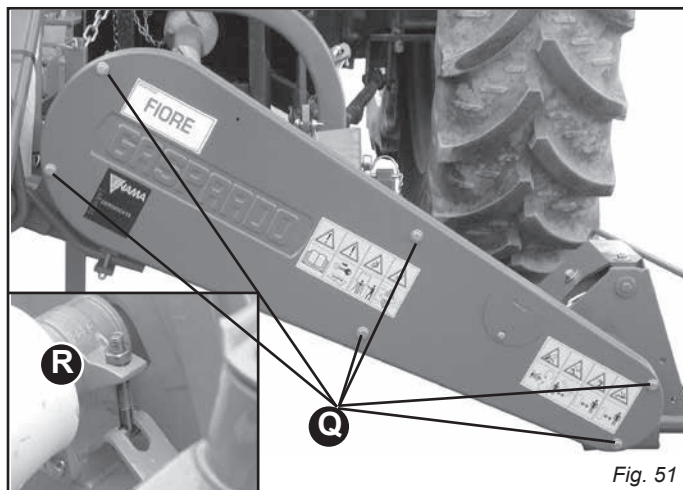

Fig. 51
- Die Schrauben abschrauben (Q, Abb. 51) und das Schutzgehäuse entfernen.
- Den Riemenspanner komplett lockern (R, Abb. 51).
- Das Schutzgehäuse wieder positionieren und mit den speziellen Schrauben festschrauben (Q, Abb. 51).